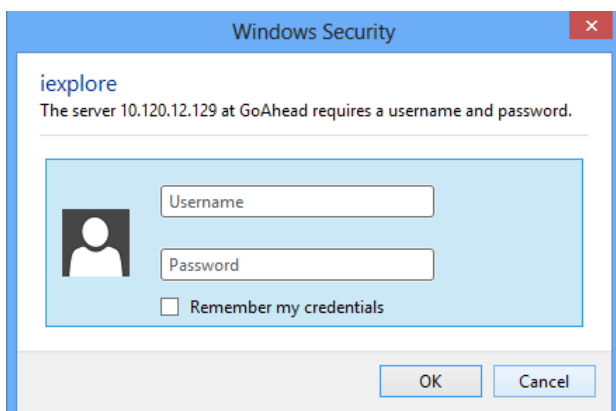

рисунок 37.7: Окно входа в систему
- 4 Нажмите кнопку *Continue*, чтобы открыть веб-интерфейс. Отобразится экран, подобный экрану, изображенному на рисунок 37.7.